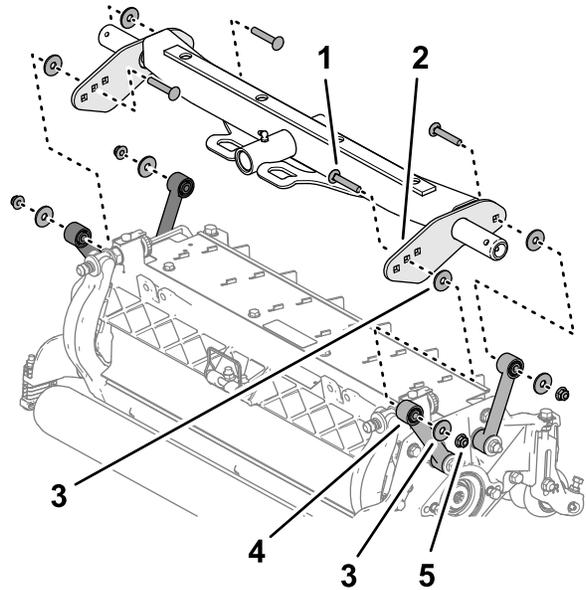

Figure 18
2. Placez une rondelle entre la plaque du bâti porteur et la biellette (Figure 18), et fixez légèrement les plaques et l'entretoise avec un boulon de carrosserie ($\frac{3}{8}$ x $2\frac{1}{4}$ po), une rondelle et un contre-écrou à embase ($\frac{3}{8}$ po).